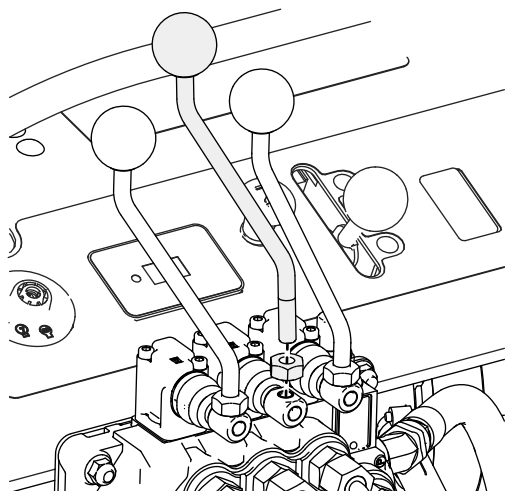

図 9
1. ハンドルアセンブリを制御バルブマニホールドに取り付ける六角ナットM10を使用して図 9 のように取り付ける。